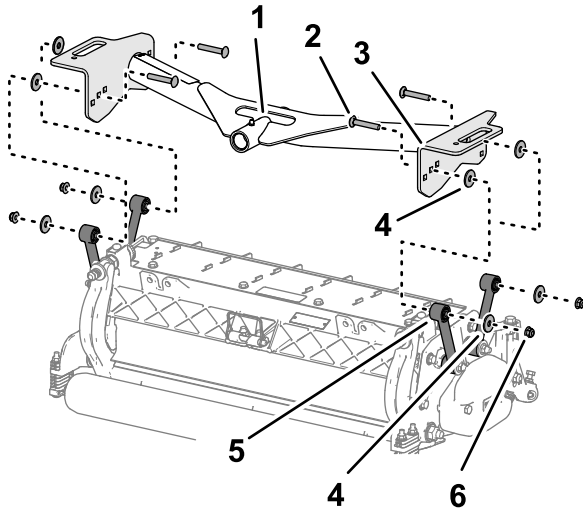

Figura 17
1. Allineate i fori nelle piastre del telaio portante anteriore con i fori nelle piastre di montaggio dell'apparato di taglio (**Figura 17**).
2. Allineate una rondella tra la piastra portante e il giunto (**Figura 17**) e assemblate senza serrare le piastre e il distanziale con un bullone a testa tonda ($\frac{3}{8}$ " x $2\frac{1}{4}$ "), una rondella e un dado di bloccaggio flangiato ($\frac{3}{8}$ ").